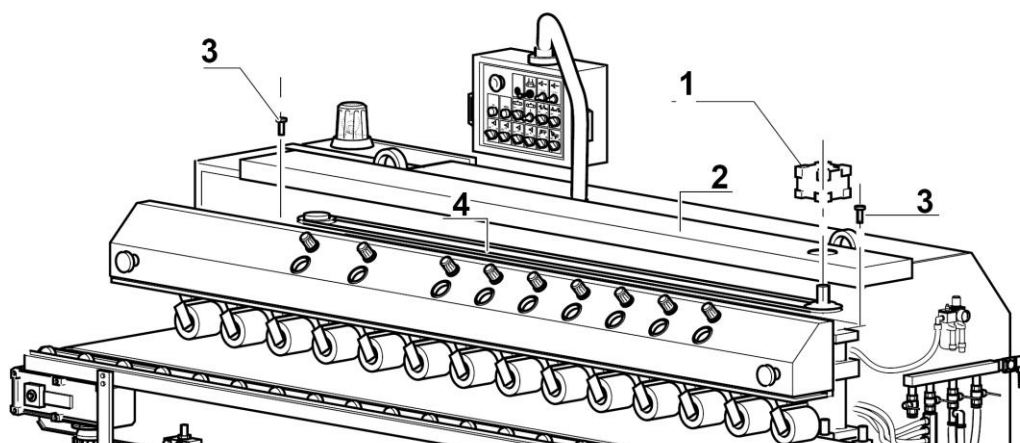

Fig. 30
1. Enlever le motoréducteur de contrôle du presseur en dévissant les vis de fixation à la base (Fig. 30/1);
2. Enlever le carter de chaîne de protection (Fig. 30/2) en dévissant les deux vis de fixation (Fig. 30/3).
3. Graisser par un pinceau uniformément (Fig. 30/4). On conseille graisse ROL OIL "ALCOPLEX/2", ou une équivalente d'autre marque.